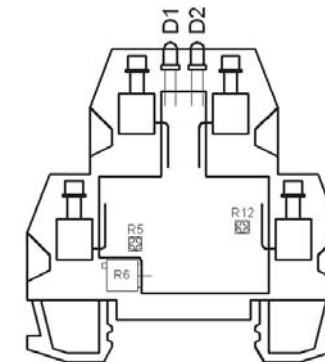

Рис. 5.3 Расположение регулировок на плате преобразователя
- 5.2 На плате преобразователя имеются три регулировки: подстроечные резисторы R5, регулирующий порог срабатывания красного светодиода D1; R12 – подстраивает 4мА; R6 – подстраивает 20мА (см. рис. 5.3). Светодиод D2 индицирует наличие тока в выходной цепи более 1.5мА.